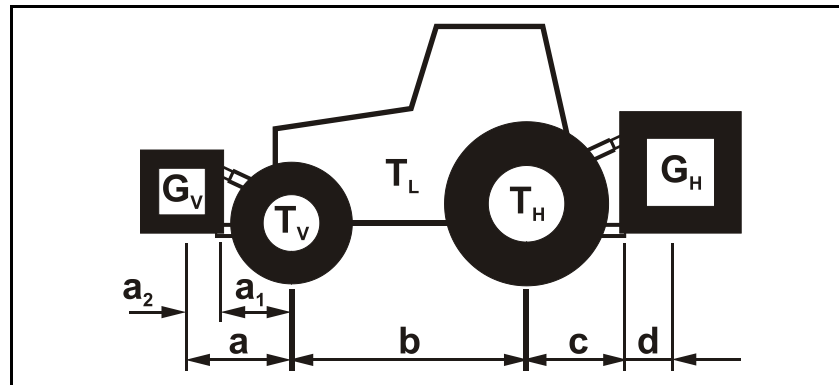

图 51
3. 将锥形防护罩（图 51/1）旋到安装位置。
4. 拔下半件护罩（图 51/3）。